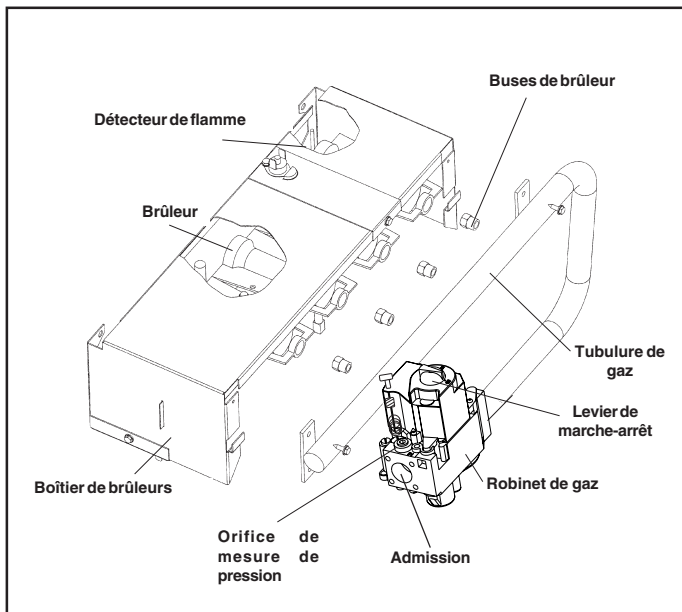

Figure 1 - Boîtier de brûleur non scellé typique
8. Enlever les vis retenant le boîtier des brûleurs sur le panneau de l'échangeur de chaleur et démonter ensuite les brûleurs de l'appareil, comme montré aux figures 1 et 2. Conserver les vis enlevées. Il peut y avoir des crochets près du haut, à droite et à gauche, du boîtier des brûleurs. Pour démonter ce type de boîtier de brûleurs, soulever le boîtier de brûleurs et le sortir de l'appareil.
1. Enlever les vis retenant la tubulure de gaz sur le boîtier de brûleurs, comme montré aux figures 1 et 2. Séparer doucement la tubulure de gaz du boîtier de brûleurs. La tubulure de gaz comprend le robinet de gaz, la tubulure et les buses.
2. Démontez avec précaution les buses de gaz naturel de la tubulure de gaz, comme montré aux figures 1 et 2.